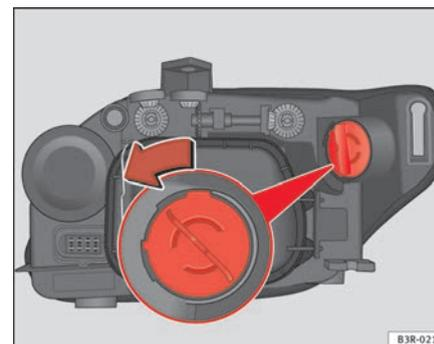

Fig. 213 DRL (feu de circulation de jour)
- Tournez le porte-ampoule dans le sens inverse des aiguilles d'une montre en le saisissant par la poignée ⇒ fig. 213. Retirez le support et l'ampoule.